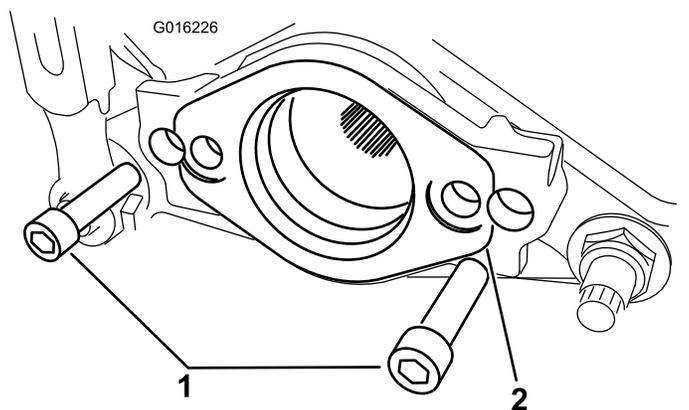

Figura 5
9. **Se o kit for instalado numa máquina TriFlex,** remova os dois parafusos que prendem a montagem do motor à unidade de corte. Remova a montagem do motor (Figura 5).